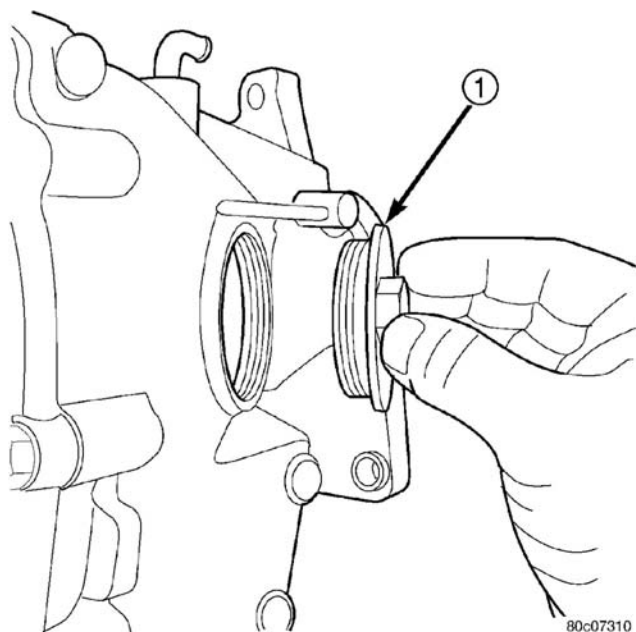

图 6 检查塞
- (1) 在举升器上升起车辆。
- (2) 拆下 PTU 检查塞（图 6）。